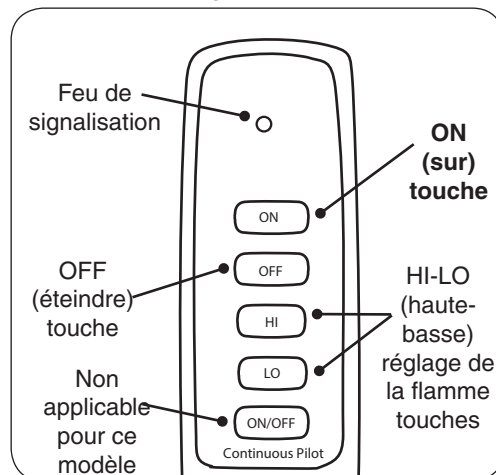

Fig. 34-3 Détail de la télécommande
3. Localisez la télécommande et appuyez sur la touche **ON** (voir Fig. 34-3). La séquence d'allumage commence.